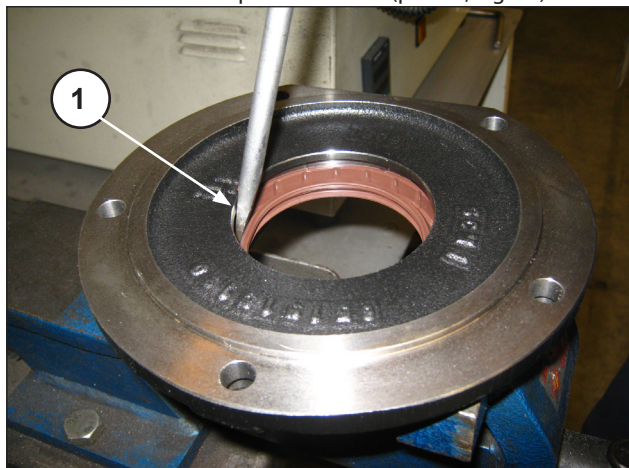

Fig. 11
Extraia o anel de estanqueidade radial (pos. ①, Fig. 11).